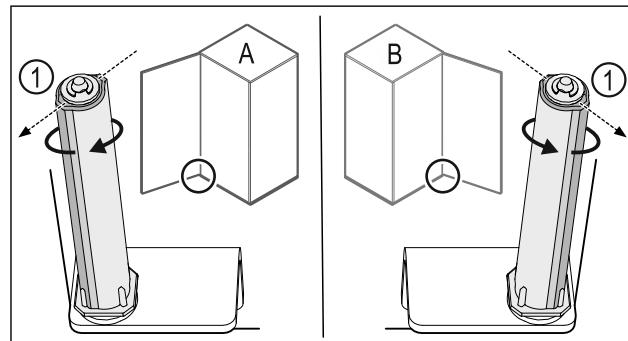

Fig. 42 Μεντεσέδες αριστερά (Α) / Μεντεσέδες δεξιά (Β)
- ▶ Περιστρέψτε το σύστημα κλεισμάτων κόντρα στην αντίσταση, μέχρι ο κορμός του συστήματος κλεισμάτος Fig. 42 (1) να είναι στραμμένος προς τα έξω.